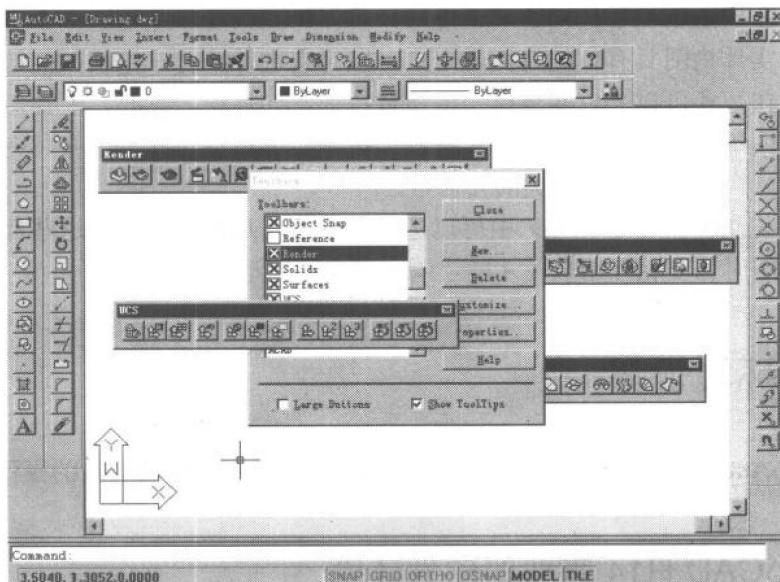

图 1-1 选取常用工具条
3. 用鼠标选中三维造型常用工具条【Render】(渲染)、【Solids】(实体造型)、【Surfaces】(表面造型)、【UCS】(用户坐标系)，屏幕上立刻显示出这四项工具条，如图 1-1 所示。